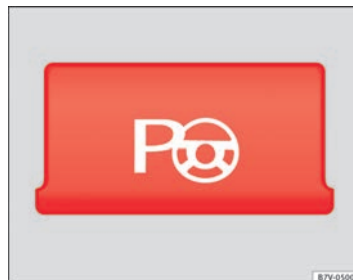

Fig. 146 Dettaglio della console centrale: tasto per inserire manualmente l'assistente di manovra per parcheggio.
- **Nei parcheggi paralleli alla strada:** premere il tasto  fino a una velocità di 50 km/h (31 mph) **alla volta**. Quando la funzione è attiva si accende una spia sul tasto ⇒ **fig. 146**.
- **Nei parcheggi perpendicolari alla strada:** premere il tasto  fino a una velocità di 50 km/h (31 mph) **per due volte**. Quando la funzione è attiva si accende una spia sul tasto ⇒ **fig. 146**.
- Premere il tasto . Quando la funzione è attiva si accende una spia sul tasto ⇒ fig. 146.